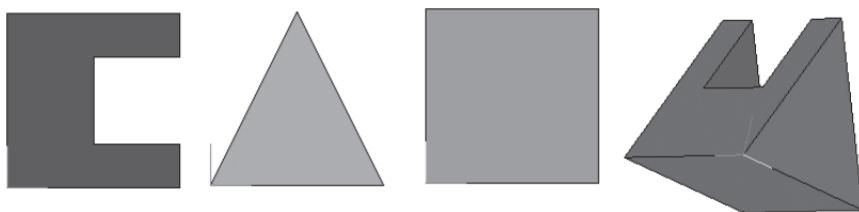

Рис. 403
- вращая модель, проверьте правильность построения (рис. 403).